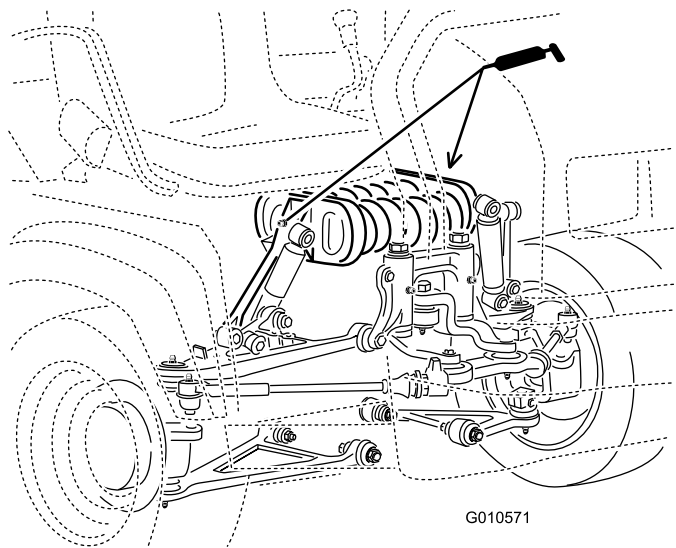

Figura 37
- Braccio di spinta (2) (Figura 37)